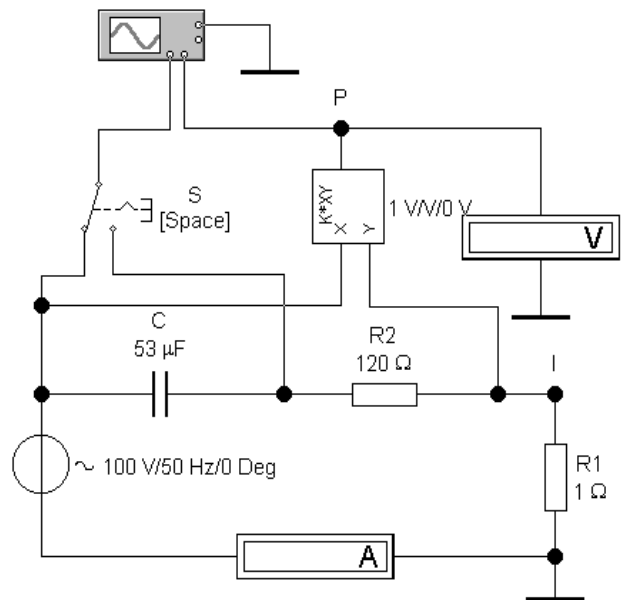

Рисунок 1.5
4.3. Измерение активной, реактивной и полной мощностей. Создайте схему (рис. 1.5). Подайте сигналы, пропорциональные току и напряжению, на два входа умножителя, подключите на выход умножителя осциллограф и по осциллограмме мощности определите активную и полную мощности. Подключите на второй вход осциллографа сигналы напряжения источника питания и напряжения на резисторе (пропорционального току) через коммутатор S. Сопоставьте осциллограмму мощности с осциллограммами тока и напряжения источника питания.